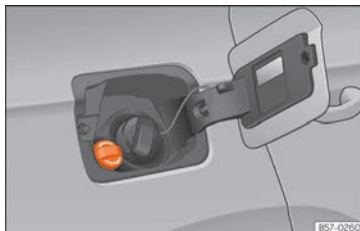

Fig. 237 Tampão do bocal de enchimento do reservatório do AdBlue.
- Abrir a tampa do depósito »» Fig. 237.
» » » Fig. 237.